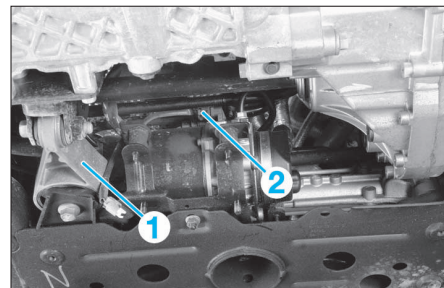
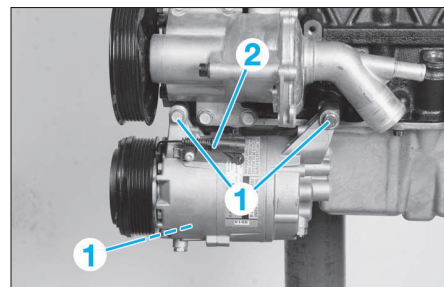
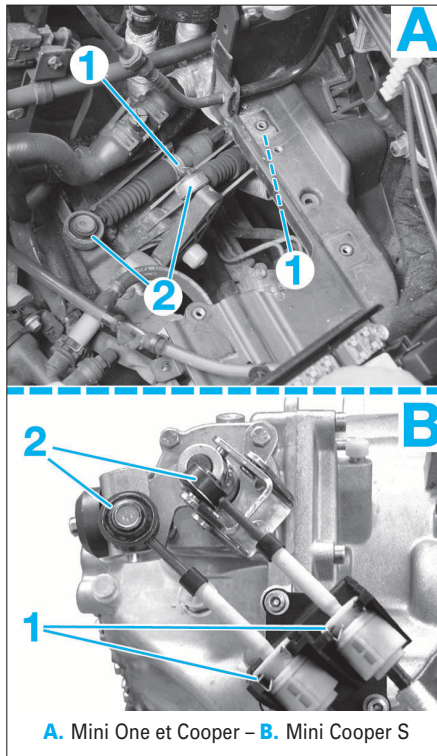

FIG. 60
FIG. 61
FIG. 59
- Déconnecter le connecteur (2).
- Détacher les clips de maintien des câbles de commande de boîte de vitesses (1) (Fig.59).
- Désaccoupler les câbles de commande des vitesses (2).
- Déposer la biellette anticouple (1) (Fig.60).
- le connecteur de pompe de direction assistée (2).
- le connecteur du compresseur de climatisation (2) (Fig.61).
- Déposer les fixations (1) du compresseur de climatisation.